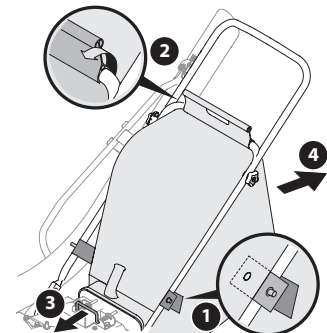

Figura 9
2. Suelte el broche de la bolsa a presión de la parte superior de la manija inferior. Vea la Figura 9.